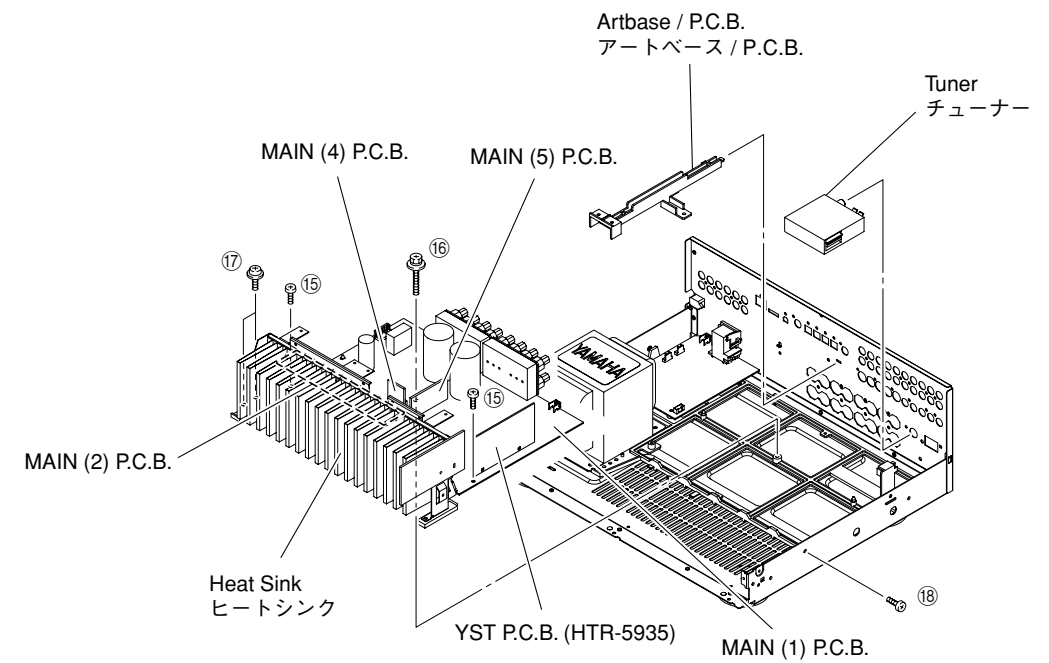

Fig. 5
- Remove the Tuner. (Fig. 5)
8. Removal of MAIN (1), (2), (4), (5) and YST (HTR-5835 model) P.C.B.s
- Remove the Artbase/P.C.B.. (Fig. 5)
- Remove 2 screws (⑮), 1 screw (⑯), 2 screws (⑰) and 1 screw (⑱). (Fig. 5)
- Remove MAIN (1), (2), (4), (5) and YST (HTR-5835 model) P.C.B.s together with the Heat Sink. (Fig. 5)
- TUNERを取り外します。(Fig. 5)
- アートベース/PCBを取り外します。(Fig. 5)
- ⑮のネジ2本、⑯のネジ1本、⑰のネジ2本、⑱のネジ1本を外します。(Fig. 5)
- MAIN(1)、(2)、(4)、(5)P.C.B.をヒートシンクと一緒に取り外します。(Fig. 5)